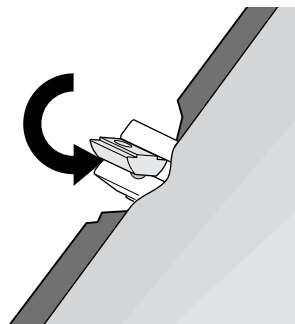

Bild 11a
- An einer Seite beginnend die Nutensteine mittels einer Drehbewegung in die Montageschienen einsetzen, siehe Bild 11a.